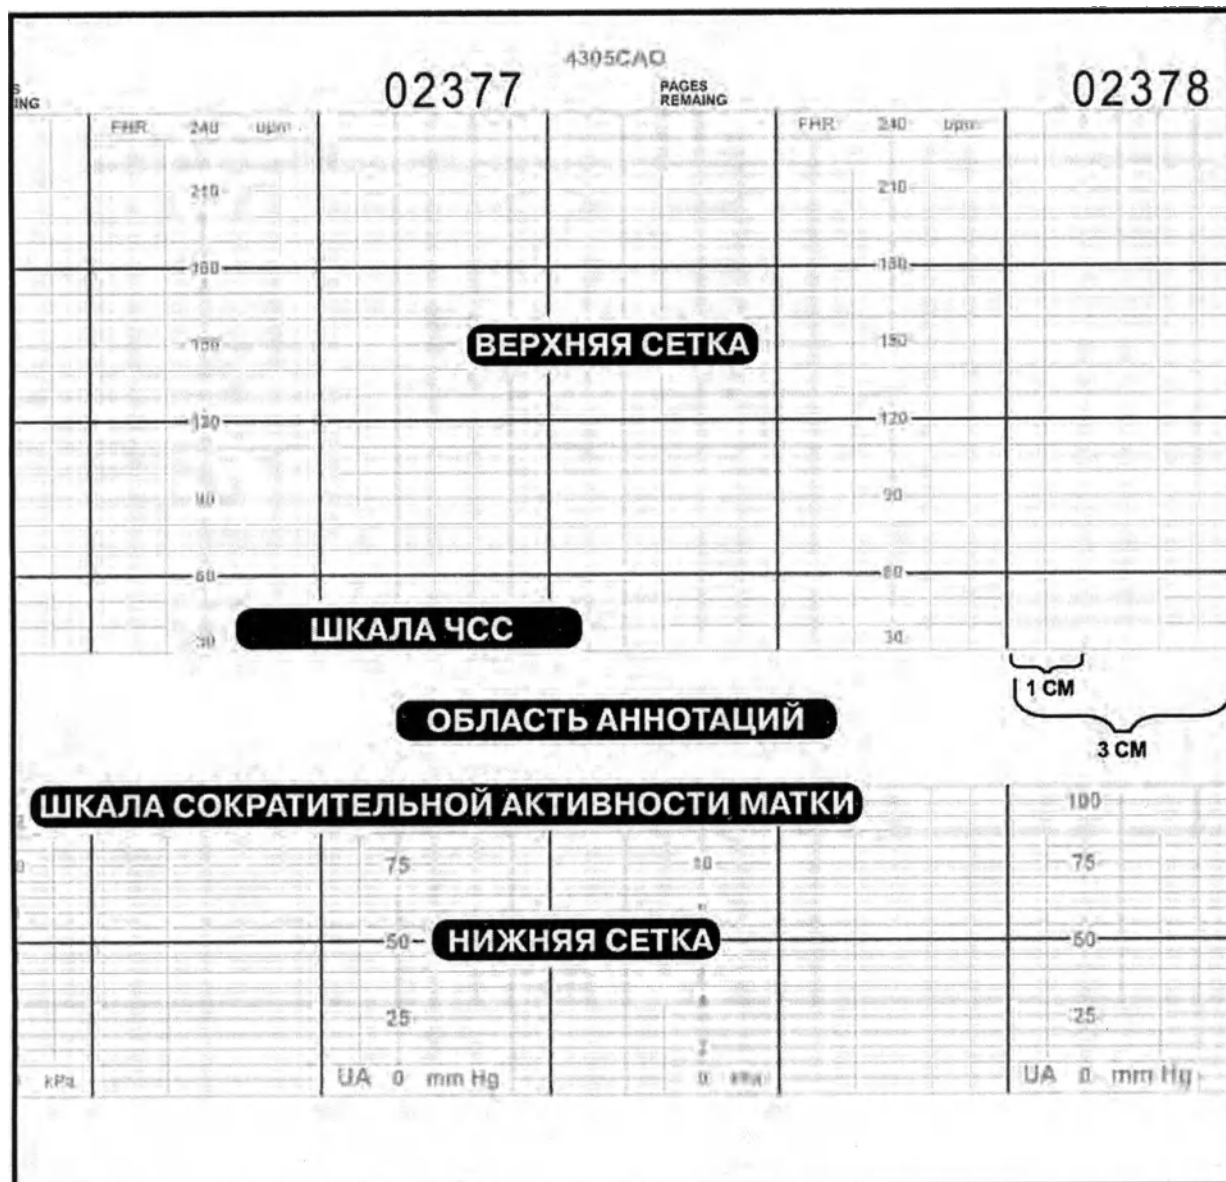
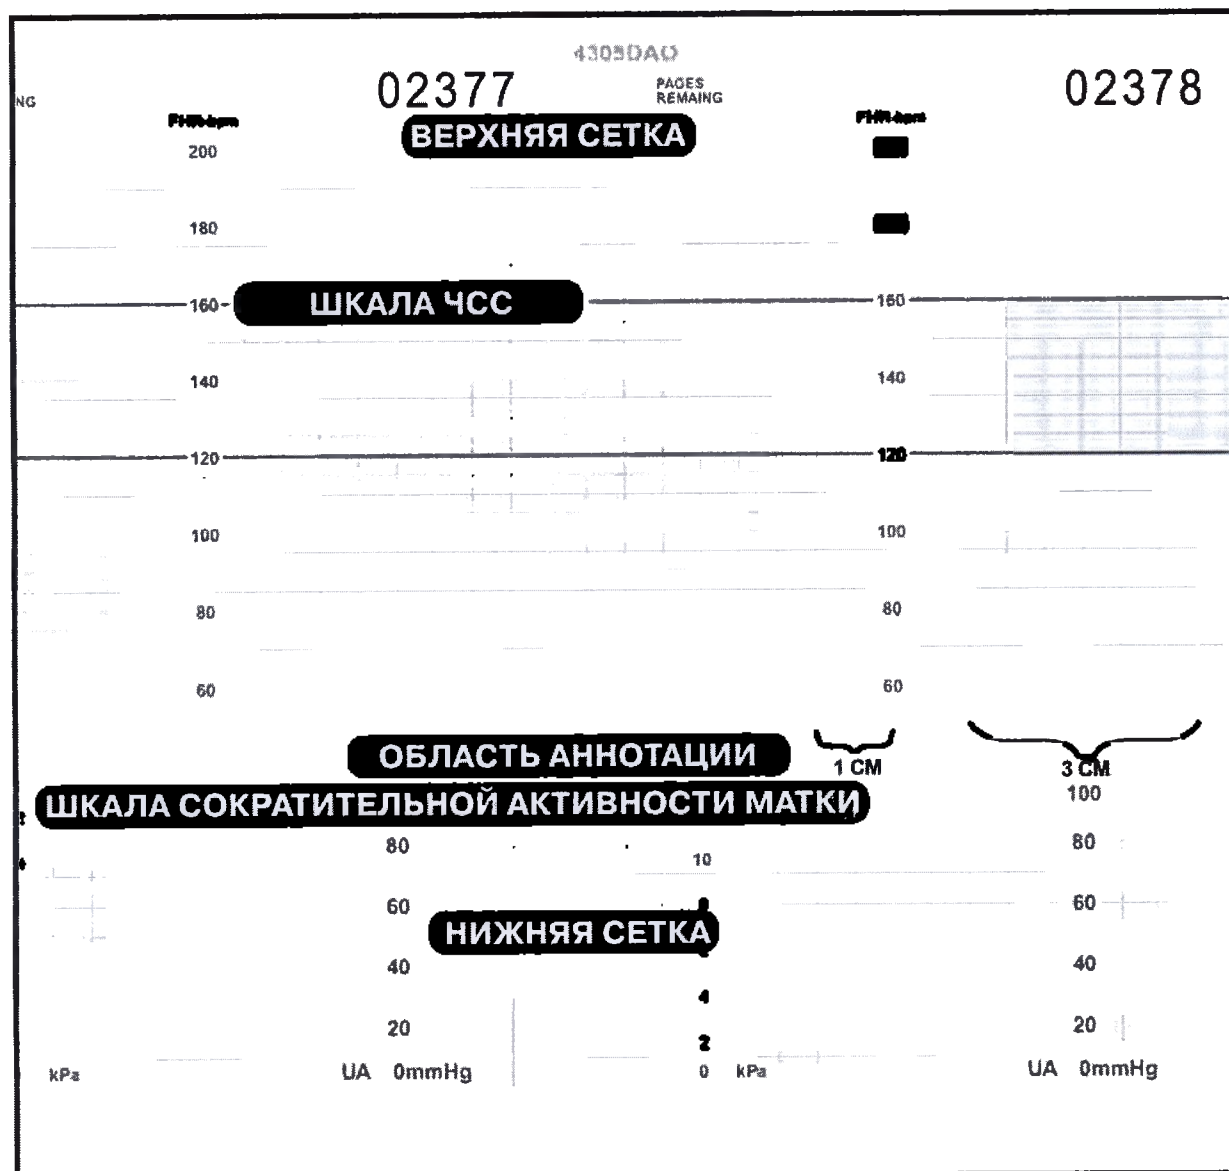

Рис. 7-1. Ленточная диаграммная бумага
Рис. 7-2. Ленточная диаграммная бумага со шкалой частоты сердечных сокращений 50 – 210 уд./мин
- Сложенная «гармошкой» диаграммная бумага с нанесенной шкалой частоты сердечных сокращений 30 – 240 уд./мин. (См. рис. 7-1.)
- Сложенная «гармошкой» диаграммная бумага с нанесенной шкалой частоты сердечных сокращений 50 – 210 уд./мин. (См. рис. 7-2.)
В США наиболее часто используется шкала 30 – 240 уд./мин. при скорости регистратора 3 см/мин. Как показано на рис. 7-1, каждые три сантиметра отделяются темной линией, что соответствует одной минуте при скорости 3 см/мин. Для графиков сократительной активности матки используется шкала 0 – 100 мм рт. ст.; та же шкала используется и для относительных единиц.
В других странах может быть более распространена шкала 50 – 210 уд./мин при скорости регистратора 1 см/мин. Как показано на рис. 7-2, вертикальные линии отмечают каждый сантиметр или 1 минуту времени при скорости 1 см/мин. Для графиков сократительной активности матки используется шкала 0 – 100 мм рт. ст.; та же шкала используется и для относительных единиц.
На рис. 7-1 и рис. 7-2 также показаны верхняя шкала, нижняя шкала и область аннотаций на бумаге обоих типов. Обратите внимание, что на бумаге одного типа область аннотаций имеет больший размер.